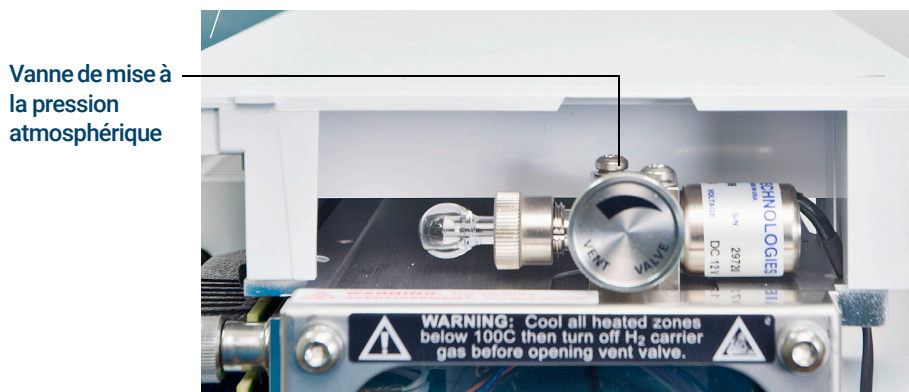

Figure 47 Vanne de mise à la pression atmosphérique
- 3 Vérifier que la vanne de mise à la pression atmosphérique est ouverte en la tournant dans le sens contraire des aiguilles d'une montre jusqu'à ce qu'elle soit ouverte. (Voir **Figure 47** page 153.)
- 4 Ouvrir la vanne de mise à la pression atmosphérique en la tournant de 45 degrés dans le sens contraire des aiguilles d'une montre. (Voir **Figure 47**.)
- 8 Fermer la vanne de mise à la pression atmosphérique lorsqu'elle émet un sifflement. (Voir **Figure 47**.)